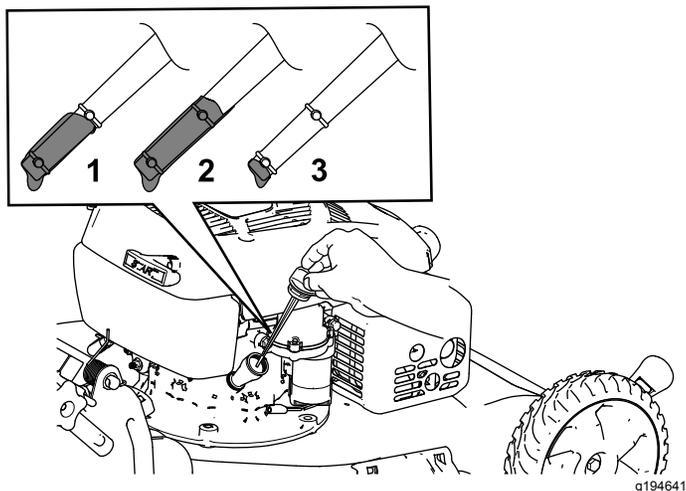

Figure 15
2. Retirez la jauge (Figure 15).
5. Vérifiez le niveau d'huile indiqué par la jauge (Figure 15).